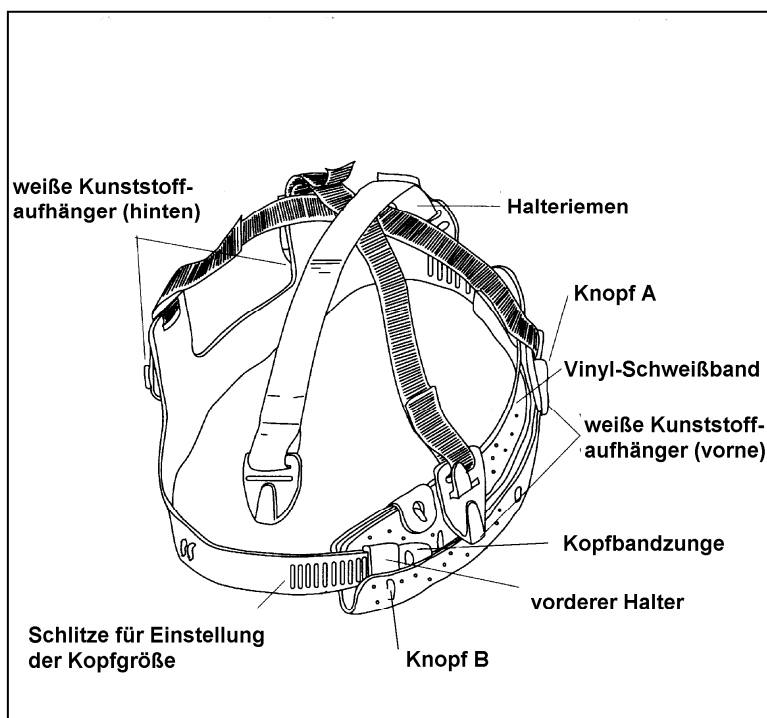

Bild 2: Kopfhalterung
(3) Vinyl-Schweißband lösen.	Knöpfe A + B in Bild 2.
(5) Vinyl-Schweißband wieder befestigen.	Knöpfe A + B in Bild 2.
(8) Kopfhalterung montieren.	Einschieben der 4 weißen Kunststoffaufhänger (siehe (2)).
(9) Cape wieder befestigen.	Umgekehrte Reihenfolge wie (1).
Vorgehensweise wie in 7.2 beschrieben (siehe auch Bild 2).